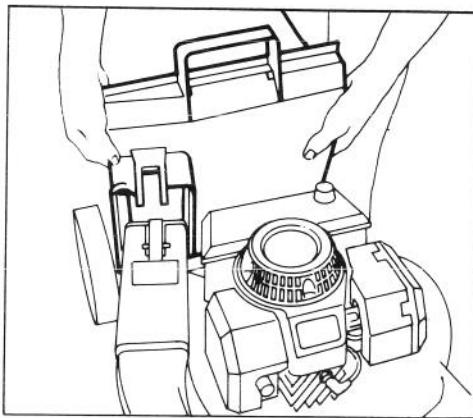

Abbildung 9
3. MONTAGE DES SACKS (Abb. 9) — Die Gestellvorderseite und die Klappe des Sacks zusammenhalten. Öffnung des Sacks gegen die Flanschen am hinteren Trichter halten und herunterschieben.